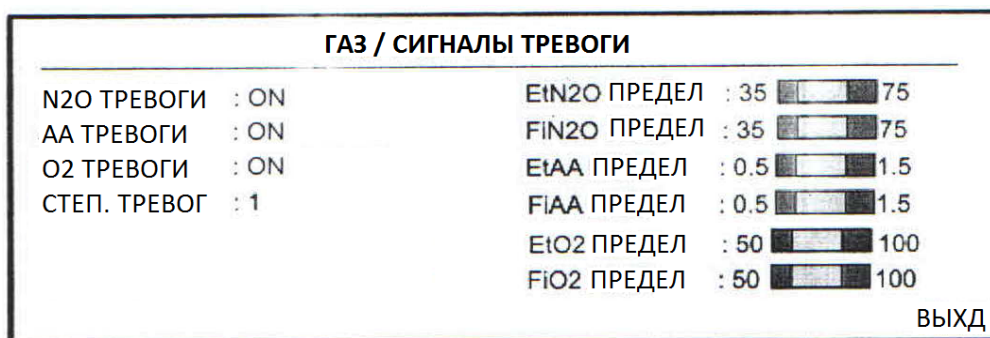

Рисунок 2.56 – окно «ГАЗ / СИГНАЛЫ ТРЕВОГИ»
2.5.9.7 Выберите пункт меню «GAS ТРЕВОГА>>» в окне «ГАЗ», чтобы открыть следующее меню (см. рисунок 2.56).